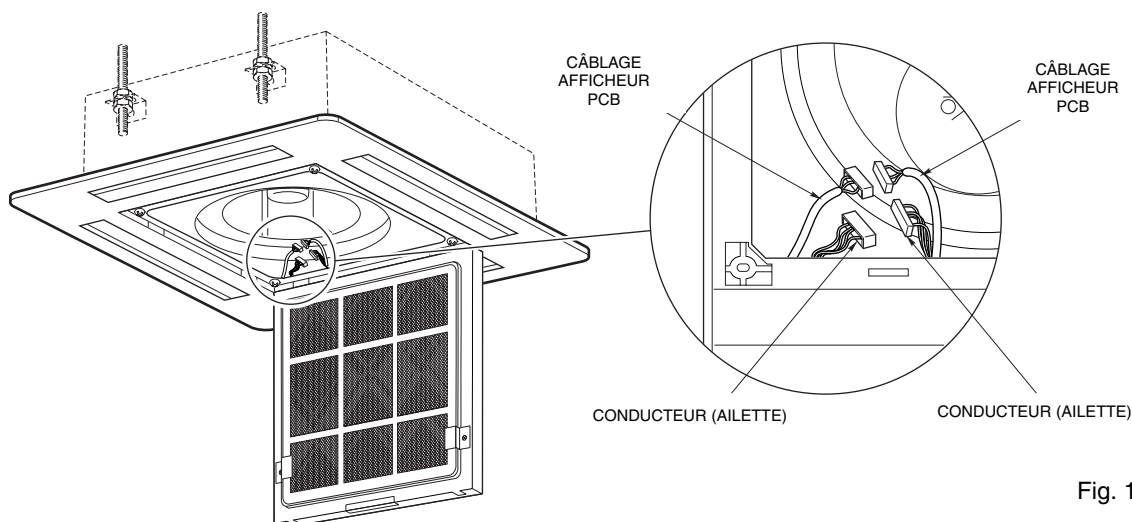

Fig. 16
- Relier le connecteur comme indiqué dans le détail de la fig.16.